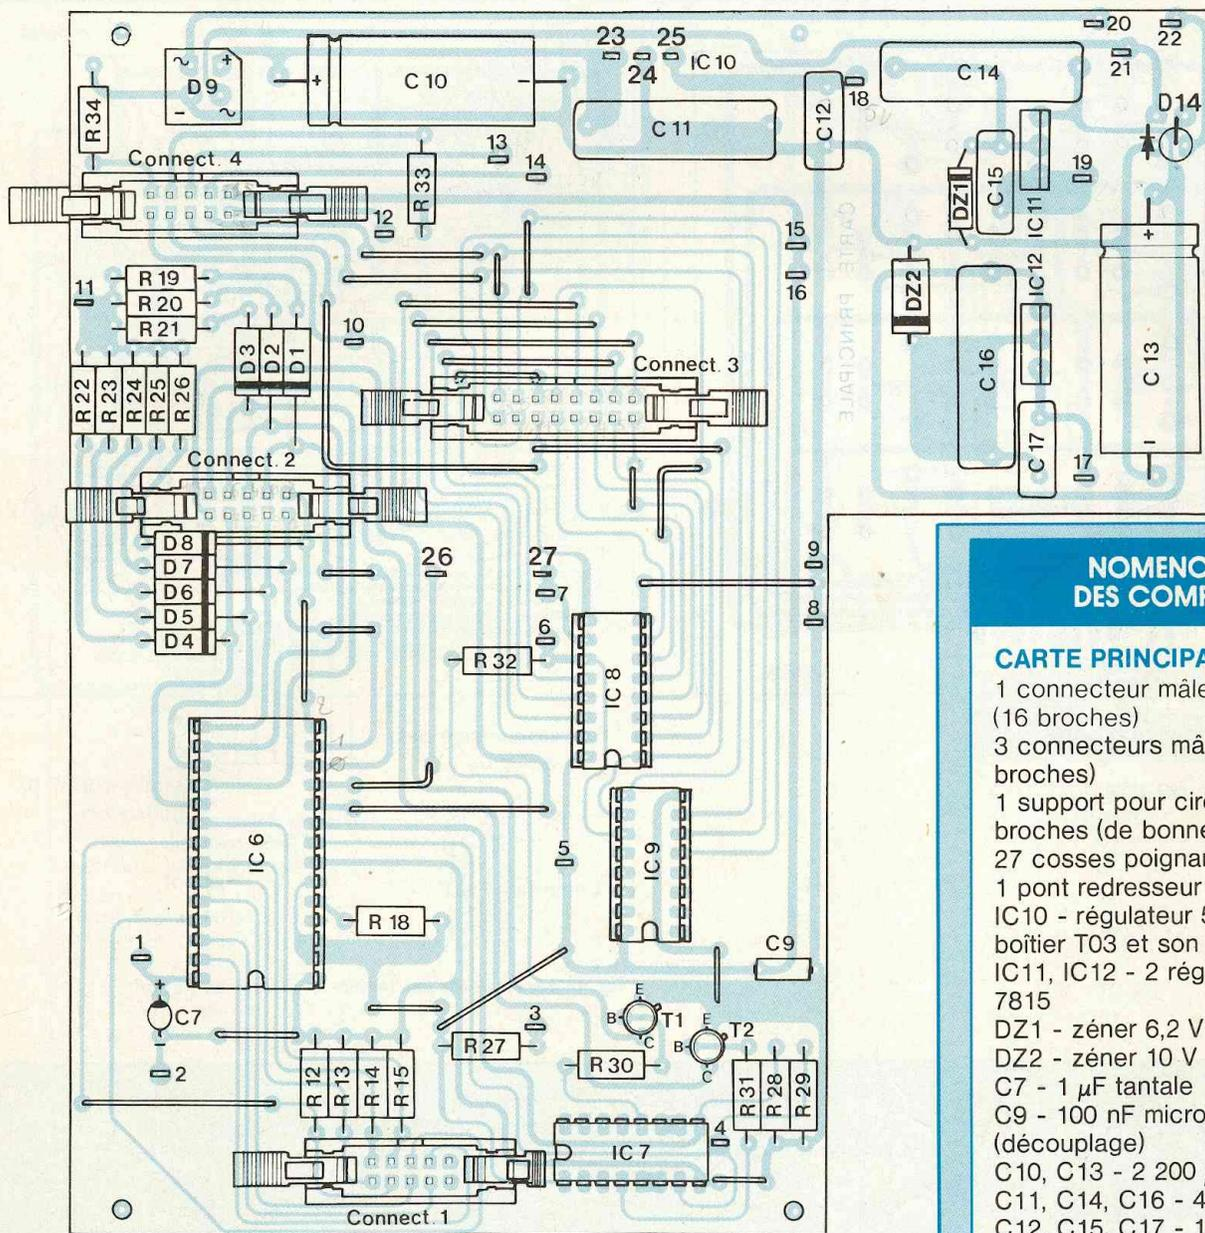

Fig. 14
**a. Carte principale** (figure 14)
Fig. 14 bis : Montage des touches et câblage du clavier.
## b. Circuit "Clavier" (figure 14 bis)